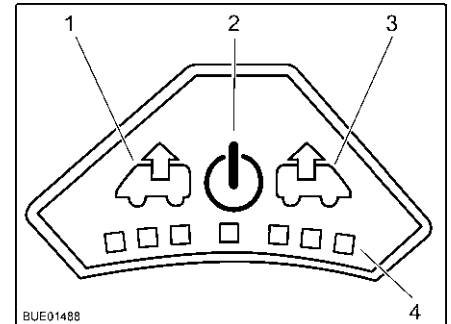

Fig. 95 Quadro comandi del ventilatore
- Accensione:** ■ Premere il tasto On/Off (Fig. 95,2). Il ventilatore funziona in modalità comfort (sfiato al numero di giri minimi del ventilatore).
- Per aumentare il numero di giri del ventilatore: Premere il tasto Sfiato (Fig. 95,1). Il numero di giri del ventilatore aumenta di uno stadio in direzione sfiato. I LED (Fig. 95,4) indicano gli stadi di commutazione.
- Per ridurre il numero di giri del ventilatore: Premere il tasto Aerazione (Fig. 95,3). Il numero di giri del ventilatore si riduce di uno stadio.
- Per aumentare il numero di giri del ventilatore: Premere il tasto Aerazione (Fig. 95,3). Il numero di giri del ventilatore aumenta di uno stadio in direzione aerazione. I LED (Fig. 95,4) indicano gli stadi di commutazione.
- Per ridurre il numero di giri del ventilatore: Premere il tasto Sfiato (Fig. 95,1). Il numero di giri del ventilatore si riduce di uno stadio.
- Premere il tasto On/Off (Fig. 95,2). Il ventilatore si ferma, i LED si spengono.